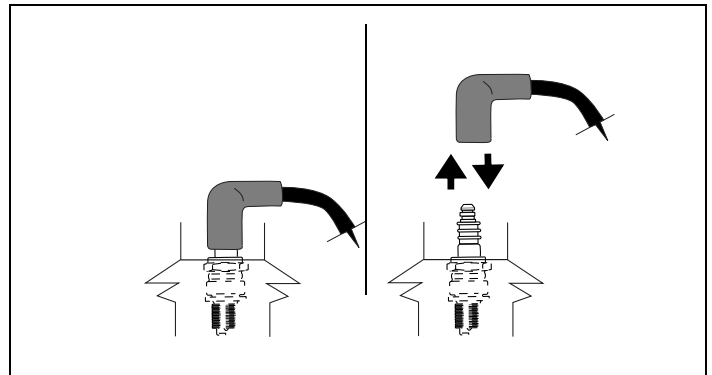

Figure 2. Débranchement/branchement de la bougie
- Débranchez le fil de bougie et mettez-le à l'écart. Voir la Figure 2.